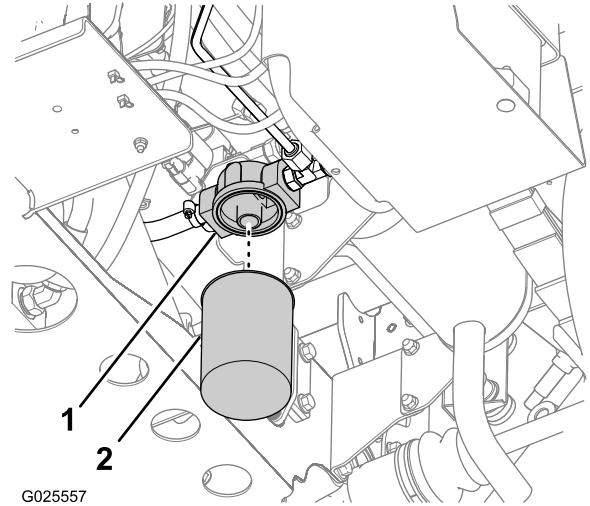

図 81
2. フィルタ取り付け部の周辺をウェスできれいにぬぐう 図 81。
3. フィルタの下にオイルを受ける容器をおく 図 81。
4. フィルタを左に回して外す 図 81。
5. フィルタのアダプタの取り付け部をきれいに拭く 図 81。
7. フィルタのアダプタにフィルタをねじ込んで取り付ける。ガスケットがアダプタの取り付け面に当たるまで手で回し 図 81、そこからさらに 1/2 回転増し締めする 図 81。